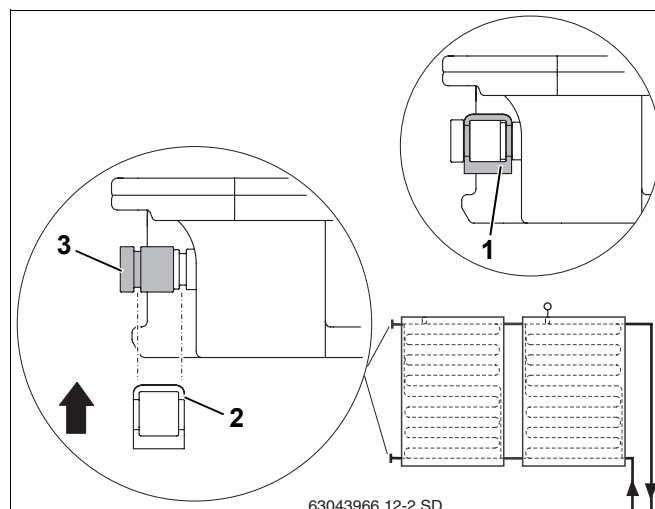

Рис. 42 Фиксация торцевой крышки зажимом
- Надеть торцевую крышку с кольцом (рис. 42, **поз. 3**) на штуцер коллектора.
- Установить зажим (рис. 42, **поз. 2**) для фиксации торцевой крышки на штуцере коллектора.
- Каждую торцевую крышку закрепите зажимом (рис. 42, **поз. 1**).